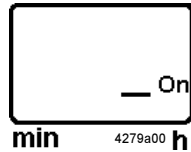
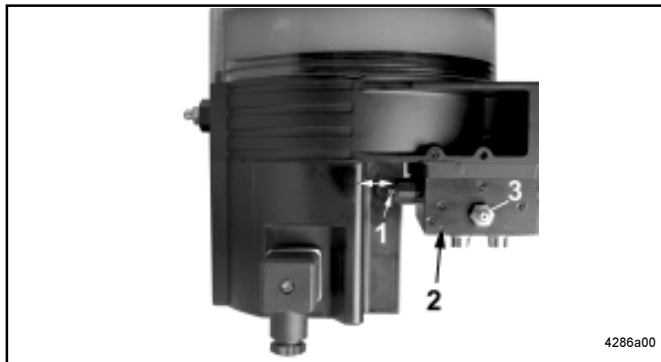

Abb. 20 - Grünes Segment, Pause
Abb. 24 - QLS 321 ohne Näherungsschalter, Bewegung des Kontrollstiftes
- Eine Störung in der nachgeschalteten Anlage ist am Kontrollstift 1 Abb. 24 erkennbar. Bewegt sich der Kontrollstift während der Arbeitszeit nicht nach links und rechts, liegt eine Störung vor. Dabei fördert die Pumpe des QLS 321 Fett nicht sichtbar über das Druckbegrenzungsventil (Abb. 20) zurück in den Behälter.